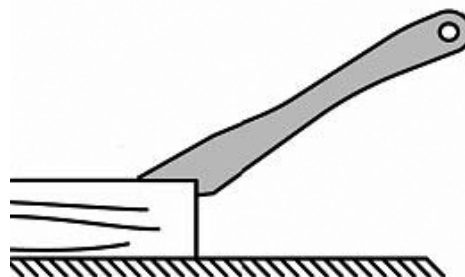

Fig. 12
**OBS:** Kontrollér sagbladets tilstand før hver bearbeidingsprosess. Det må kun arbeides med skarpt, feilfritt sagblad! Ikke bruk sagblad med et oppgitt maksimalt turtall som ligger under maskinens turtall. Rundtømmer skal sikres mot å rotere grunnet skjæretrykket. Lange og uhåndterlige arbeidsstykker skal støttes opp ved hjelp av egnede bordforlengelser og rullebukker. Det skal sørges for at alle arbeidsstykker holdes godt fast og føres trygt under bearbeidningen. Frihånds-saging må ikke utføres. Ikke bruk bordsirkelsagen til å skjære fals, not eller slisser. Ved langsgående kutting av smale arbeidsstykker (smalere enn 120 mm) skal det brukes skyvestokk (fig 12) og skyver.